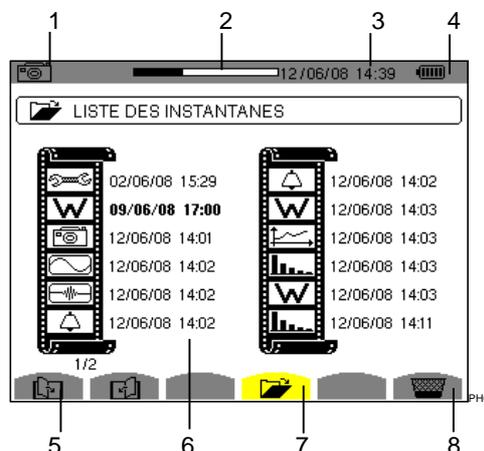

Figure 83 : exemple d'affichage d'une liste de photographies d'écran
A partir de n'importe quelle fonction active, vous pouvez visualiser la liste des photographies d'écran enregistrées. Pour accéder à cette liste, appuyez brièvement sur la touche . L'écran présente la liste des photographies (voir Figure 83).
1. Appuyez sur la touche . L'icône  est active et l'écran de la liste des photographies d'écran est affiché (voir Figure 83).
1. L'écran de la liste des instantanés est affiché (voir Figure 83 pour exemple). Sélectionnez le sous-menu  (bas d'écran) en appuyant sur la touche jaune du clavier correspondant à cette icône.